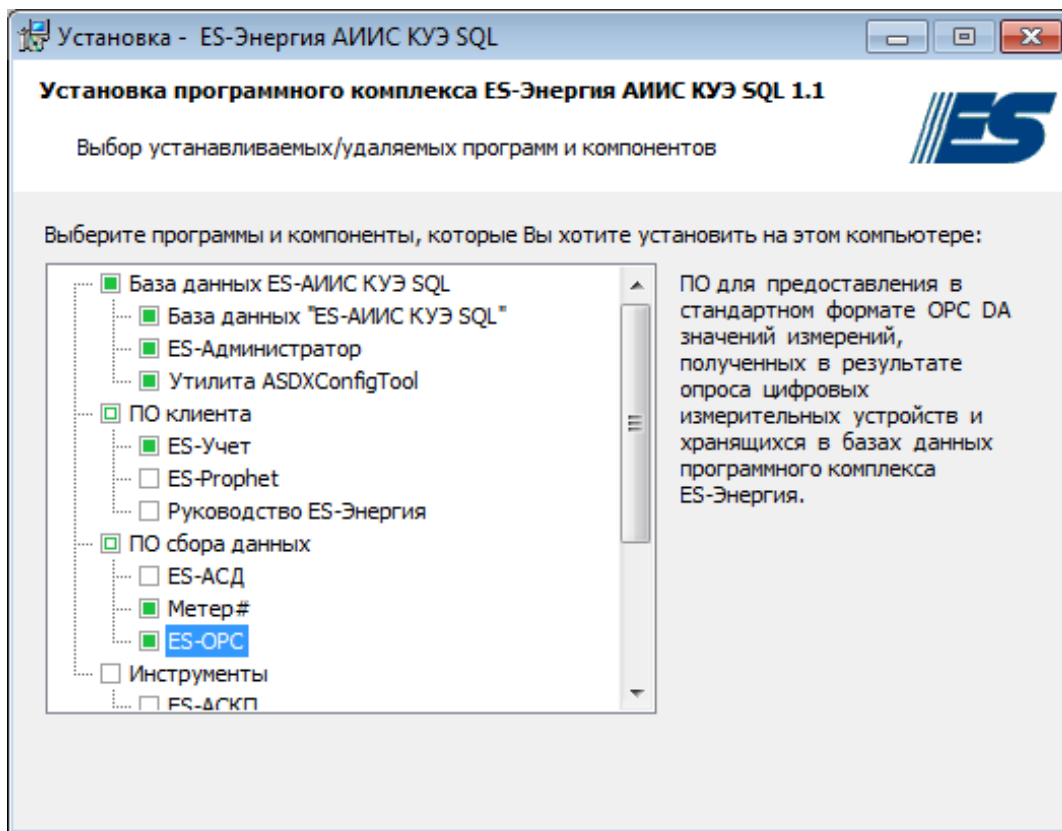

Рисунок 4.3. Типовой набор опций ПК «ES-Энергия».
- Далее производим разворачивание установочного пакета ПК «ES-Энергия» из файла *esl.exe*. На Рисунок 4.3 представлен типовой набор используемых компонентов.